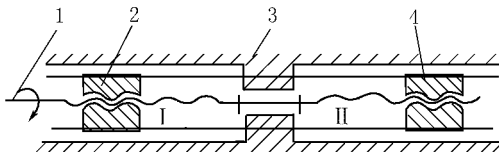

图 2-4
3. 如图 2-4 所示,螺杆 1 可在机架 3 的支承内转动, I 为双线左旋螺纹, II 为双线右旋螺纹,螺距 $P_I = P_{II} = 2 \text{ mm}$,螺母 2 和 4 只能沿机架 3 的导轨移动,不能回转,求:当螺杆 1 按图示方向回转 1 周时,螺母 2 和螺母 4 相对移动了多少距离?在图上标出两螺母的移动方向。